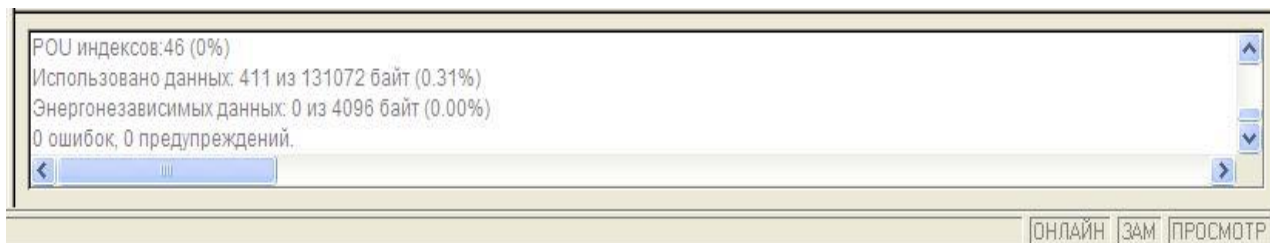

Рисунок 3.12
**all**), або скористайтеся клавішею «**F11**». Якщо ви все виконали вірно, то в нижній частині вікна повідомлень має з'явитись надпис «0 errors» (рис. 3.12):